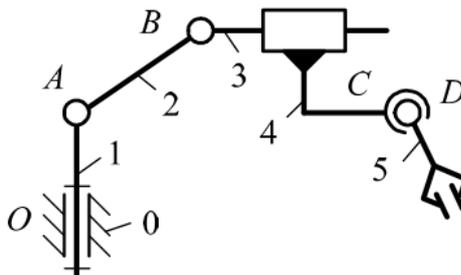

Рисунок 1 – Схема механизма манипулятора промышленного робота
3. Определить степень подвижности механизма манипулятора промышленного робота (рис. 1).